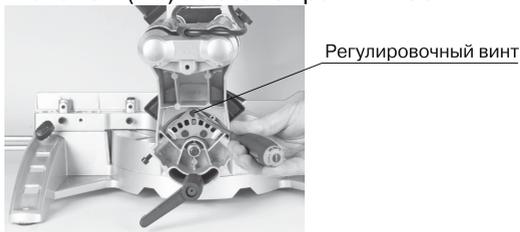

рис. 2
### Точная регулировка стопора для поперечного распила $90^\circ$ (рис. 1.1-1.2; рис. 2)
- Закрепить поворотный стол (17) в положении  $0^\circ$ .
- Ослабьте винт (21) и наклоните корпус двигателя (4) полностью вправо с помощью рукоятки (1).
- Разместите угловой стопор  $90^\circ$  между пильным диском (7) и поворотным столом (17).
- Отрегулируйте регулировочный винт (рис. 2) до тех пор, пока угол между пильным диском (7) и поворотным столом (17) не станет равным  $90^\circ$ .